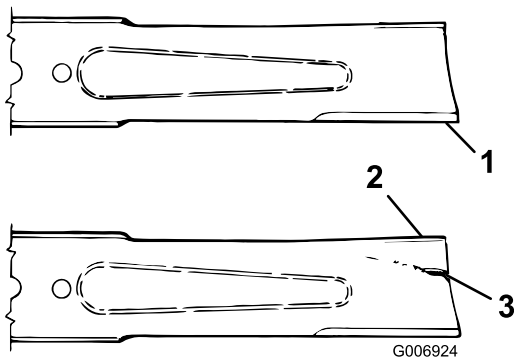

Figura 64
3. Examine cuidadosamente los extremos de corte de la cuchilla, sobre todo en el punto de reunión entre la parte plana y la parte curva de la cuchilla (Figura 64).
4. Si se aprecia desgaste (Figura 64), cambie la cuchilla; consulte Mantenimiento del plano de la cuchilla \(página 54\).